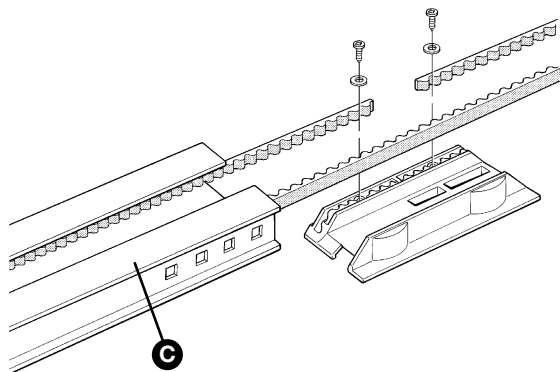

Figura 17
**5** Coloque ambos extremos de la guía en las ranuras del carro inferior [C], ocupándolas totalmente, y fije los extremos con los 2 tornillos V4.2x9.5 y las 2 arandelas R05, como muestra la figura 17.